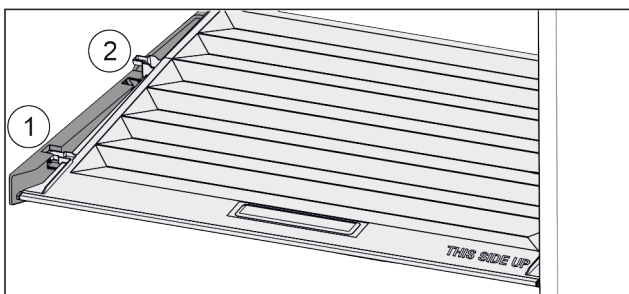

Fig. 150
- ▶ Deksel tot de opening in de vasthouddelen naar voren trekken Fig. 150 (1).
- ▶ Aan de achterkant vanaf de onderkant omhoog tillen en vanaf de bovenkant verwijderen Fig. 150 (2).